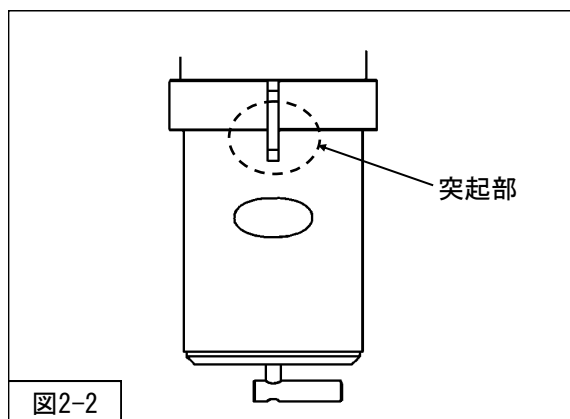

図2-2
2. ジャッキ等でロアアームを支持しながら、フロントサスペンションASSYロア側にある位置決め突起部を、ナックルの溝に合わせ、差し込んでください。(図2-2)
3. ⑤フロントサスペンションASSYロア取付ボルト